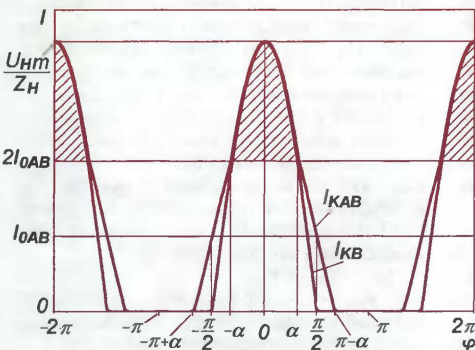

Рис. 9
Несколько сложнее дело обстоит при работе каскада в промежуточном режиме класса АВ. Потребляемый им ток в этом случае не определяется простым суммированием выходного тока и тока покоя, как это указано в некоторых источниках. Правильное соотношение токов для такого режима можно найти, обратившись к рис. 9, где показана форма коллекторного тока одного из выходных транзисторов в режиме АВ (I_{KAB}) и для наглядности в режиме В (I_{KB}).
На интервалах $-\pi + \alpha \dots -\alpha$ и $\alpha \dots \pi - \alpha$ в режиме АВ оба плеча каскада находятся в линейной области, и изменения тока нагрузки делятся поровну между ними. В момент фазы $-\alpha$ нижнее плечо выключается и до момента α на нагрузку работает только верхнее. На этом интервале мгновенное значение тока I_{KAB} повторяет ток нагрузки. Из рис. 9 видно, что средний ток $I_{KAB,CP}$ в этом режиме можно определить как сумму двух составляющих, одна из которых равна току покоя I_{0AB} , а другая — определяется площадью заштрихованной области, расположенной выше тока $2I_{0AB}$ на интервале $-\alpha \dots \alpha$:
Разложение в ряд Фурье импульсов тока $I_{kВ}$ и $I_{kАВ}$, изображенных на рис. 9, показывает, что амплитуда первой гармоники пульсаций тока I_k при работе выходного каскада в классах В и АВ тоже равна половине амплитуды синусоидального тока нагрузки, следовательно, выражение (16) справедливо и для этих режимов.